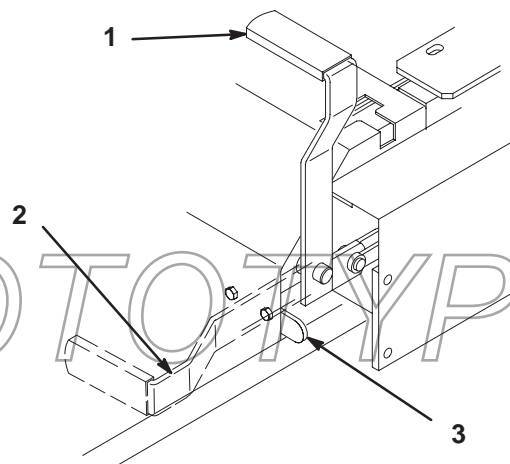

Figure 13
2. Tirez le frein de stationnement en arrière et vers le haut pour le serrer (Fig. 13). Une fois **serré**, le frein de stationnement ne doit plus bouger.
1. Poussez le levier du frein de stationnement vers l'avant et vers le bas (Fig. 13) afin de le desserrer. Le frein de stationnement est **desserré** et le levier est en appui contre la butée du frein.